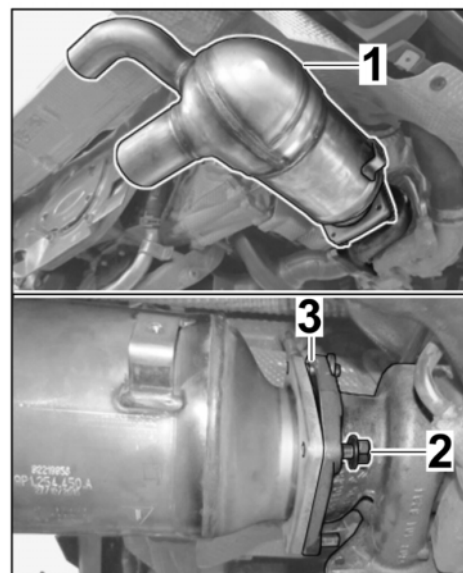

Bild 29
- 7.1 Katalysator rechts ⇒ *Bild 29 -1-* mit
neuer Dichtung an Turbolader ⇒ *Bild 29*
mutter ⇒ *Bild 29 -2-* gegen Herabfallen